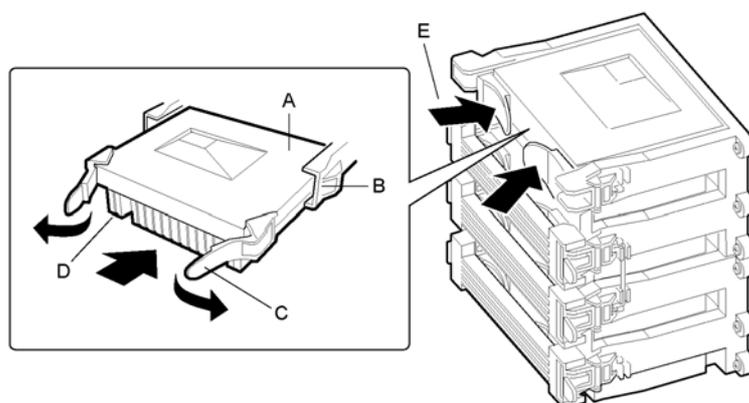

图 3-12. 安装 CPU
4. 当 CPU 盒遇到阻力时，把两个开启柄向里推（图 3-12 中的 E），使 CPU 固定；